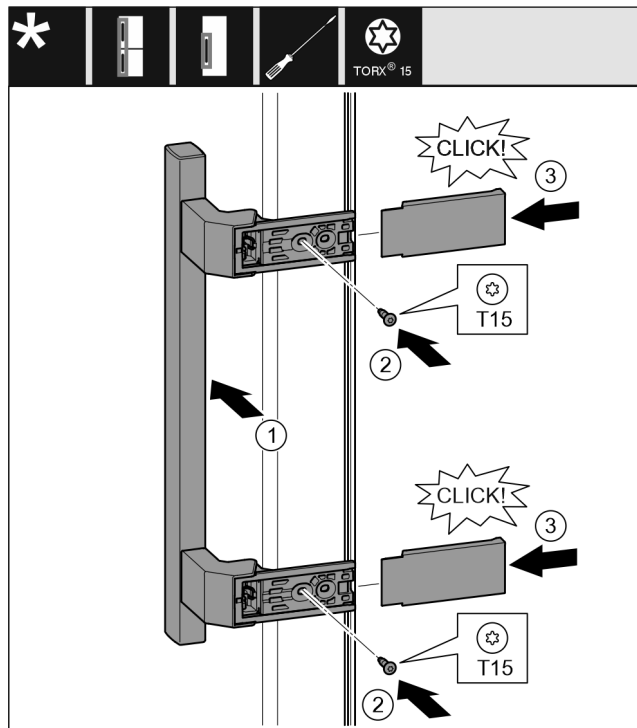

Fig. 18
- Поставете дръжката от другата страна. Fig. 18 (1)
- С отвертка T15 затегнете винтовете. Fig. 18 (2)
- Поставете отсрани капците и ги нахлузете. Fig. 18 (3)